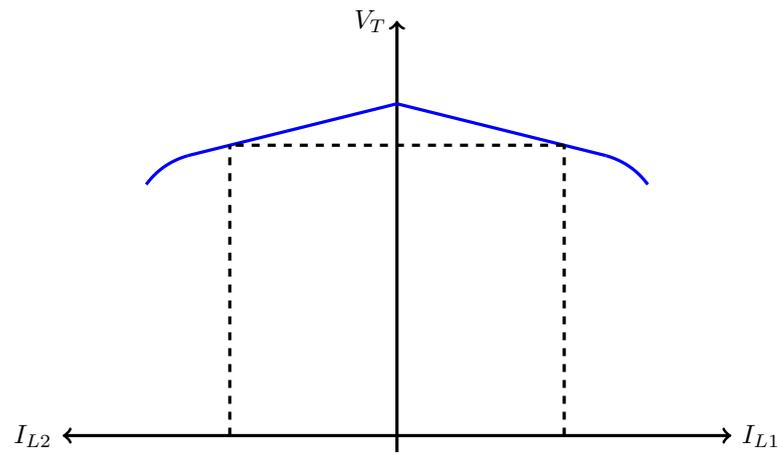

Figura 13: Forma de la curva V_T Vs I_L para generadores conectados en paralelo.
2. Construya la curva vs para ambos generadores conectados en paralelo con los datos tomados en el numeral 3 del procedimiento. La figura 13 ilustra un ejemplo de cómo debe ser graficada esta curva, esto es, la gráfica de un generador debe ir a la derecha y la del otro a la izquierda.